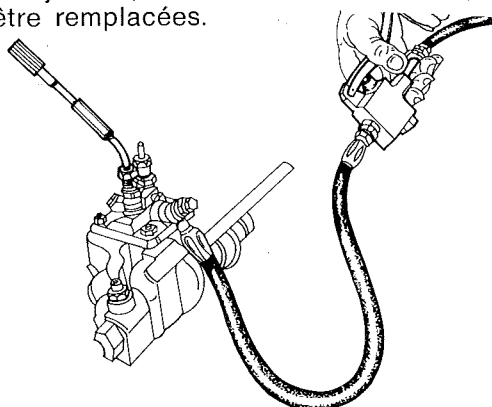

Fig. 41.
- Fixer l'outil 5.9030.457.0 sur le raccord d'envoi de gas-oil (fig. 41) et purger l'air par la vis de la pompe d'injection prévue à cet effet.